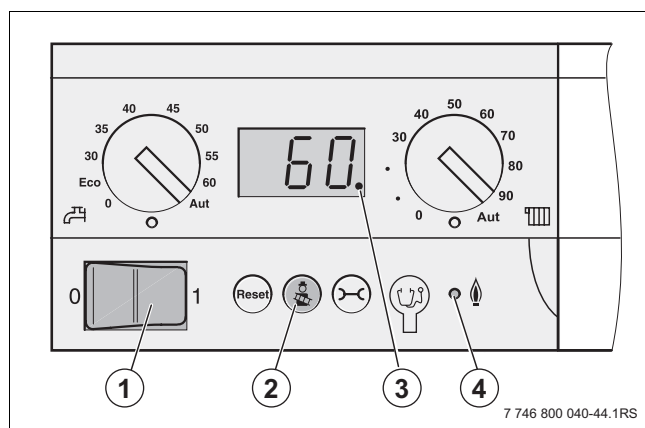

Рис. 68 Панель управления главного регулятора
- Установите кнопку включения/выключения (→ рис. 68, [1], стр. 48) на панели управления главного регулятора в положение «0» (выкл).